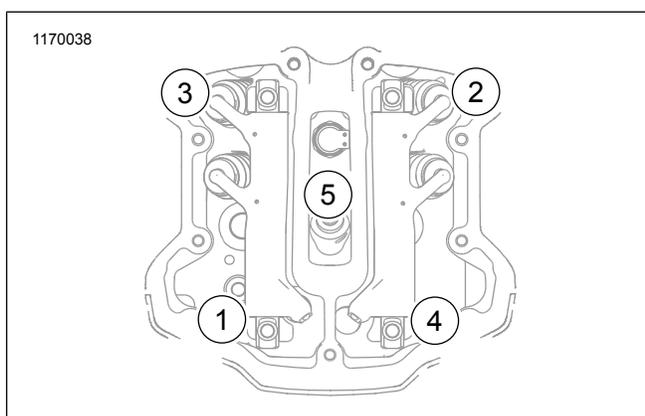

Figure 6. Ordre de serrage du couvercle de culbuteur inférieur
4. Voir la Figure 6. Installez les vis (3) et le goujon (4). Serrez dans l'ordre indiqué.